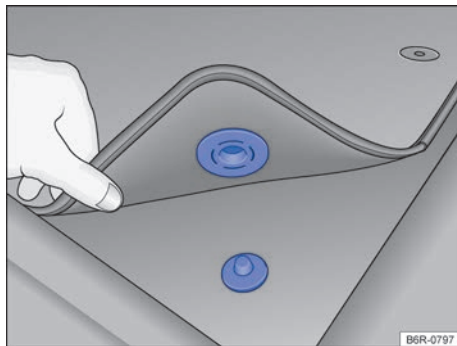

Fig. 19 Tapete dianteiro do lado do condutor com fixação no pino do tapete.
- ✓ Acomodar bem o tapete na área para os pés do lado do condutor de modo que não obstrua a área dos pedais. Dependendo da versão do veículo, o tapete dianteiro do lado do condutor pode ter fixação no pino do carpete → Fig. 19.